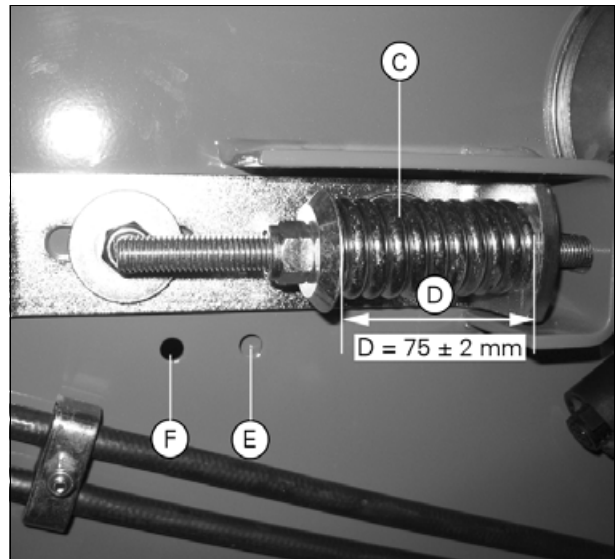

Рис. 4.
- Натяните цепь, сжав пружину "С" (рис. 4). Расстояние (D) =  $75 \pm 2$  мм. Помните, что упругость пружины блокируется втулкой, если данное расстояние равно 74 мм.
**ВАЖНО:** Убедитесь, что цепь элеватора имеет нужную длину. Длину цепи необходимо отрегулировать таким образом, чтобы подвеска вала закрывала переднее смотровое отверстие (Е) и не была видна в заднем отверстии (F).